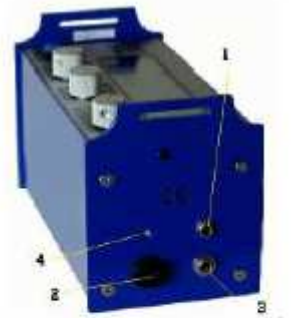

Figure 2
2.5. Raccordement (figure 2)
Brancher le chargeur sur le secteur (220 volts) et le connecter au branchement 1 de l'unité centrale (figure 2). Pendant la charge, le niveau de charge est indiqué sur l'afficheur LCD. La charge est terminée dès que le message OK apparaît. Le microcontrôleur intégré permet d'éviter une détérioration de la batterie.